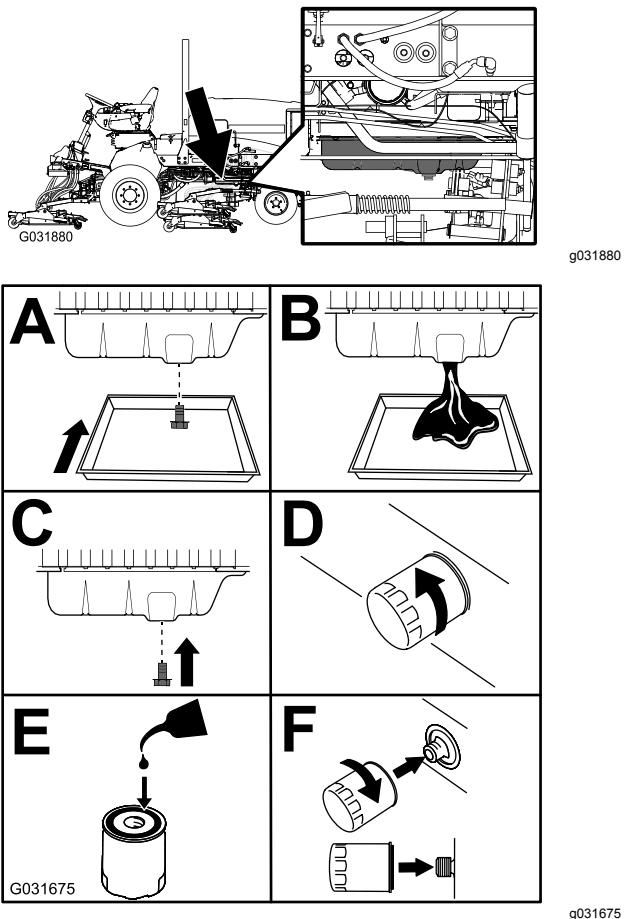

Рисунок 55
3. Замените моторное масло и масляный фильтр (Рисунок 55).